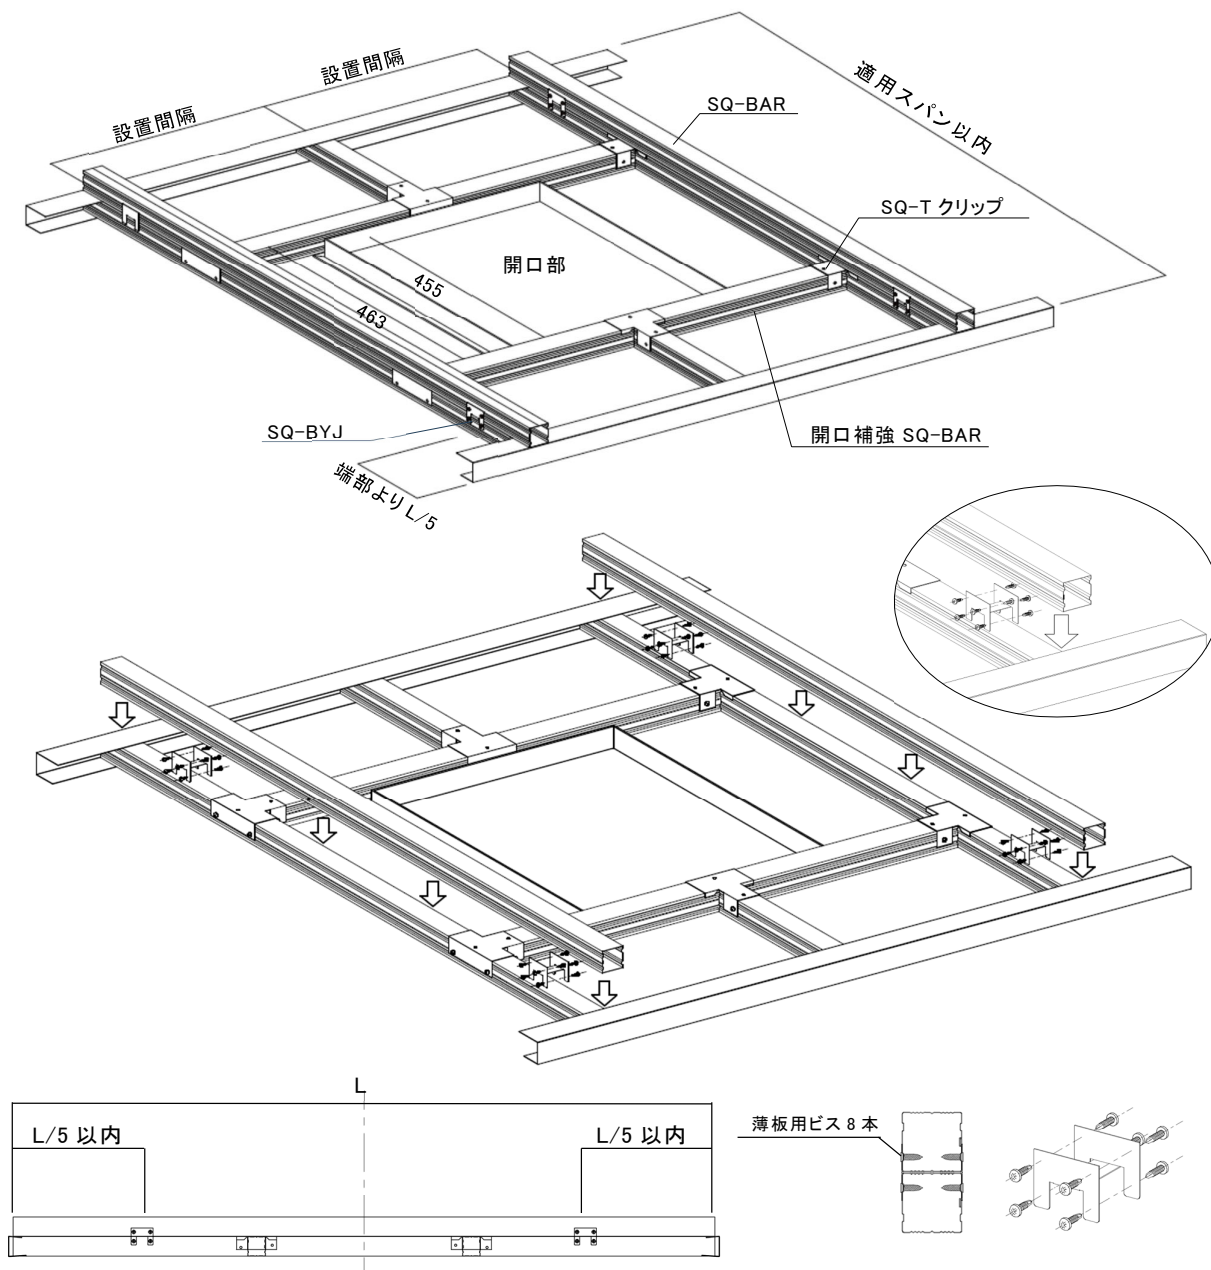

図 2-6-1 開口例
(1) SQ-BYJ を使用して補強する場合
- SQ-BYJ の設置位置は端部より天井幅 (L) の $L/5$ 以内に設置すること。(図 2-6-1 参照)